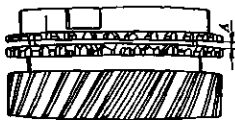

图 3-83 检查同步环配合间隙  $A$
① 将同步环压在各自齿轮的锥面上,检查间隙  $A$  值,如图 3-83 所示。间隙  $A$  的规定值,如表 3-4 所示。